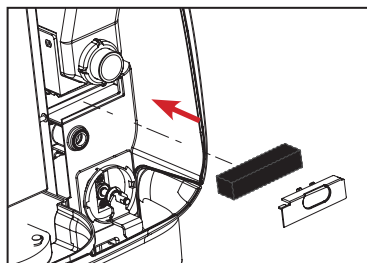

Fig. 2
1. Sett filteret og dekelet tilbake på plass. (Se fig. 2)